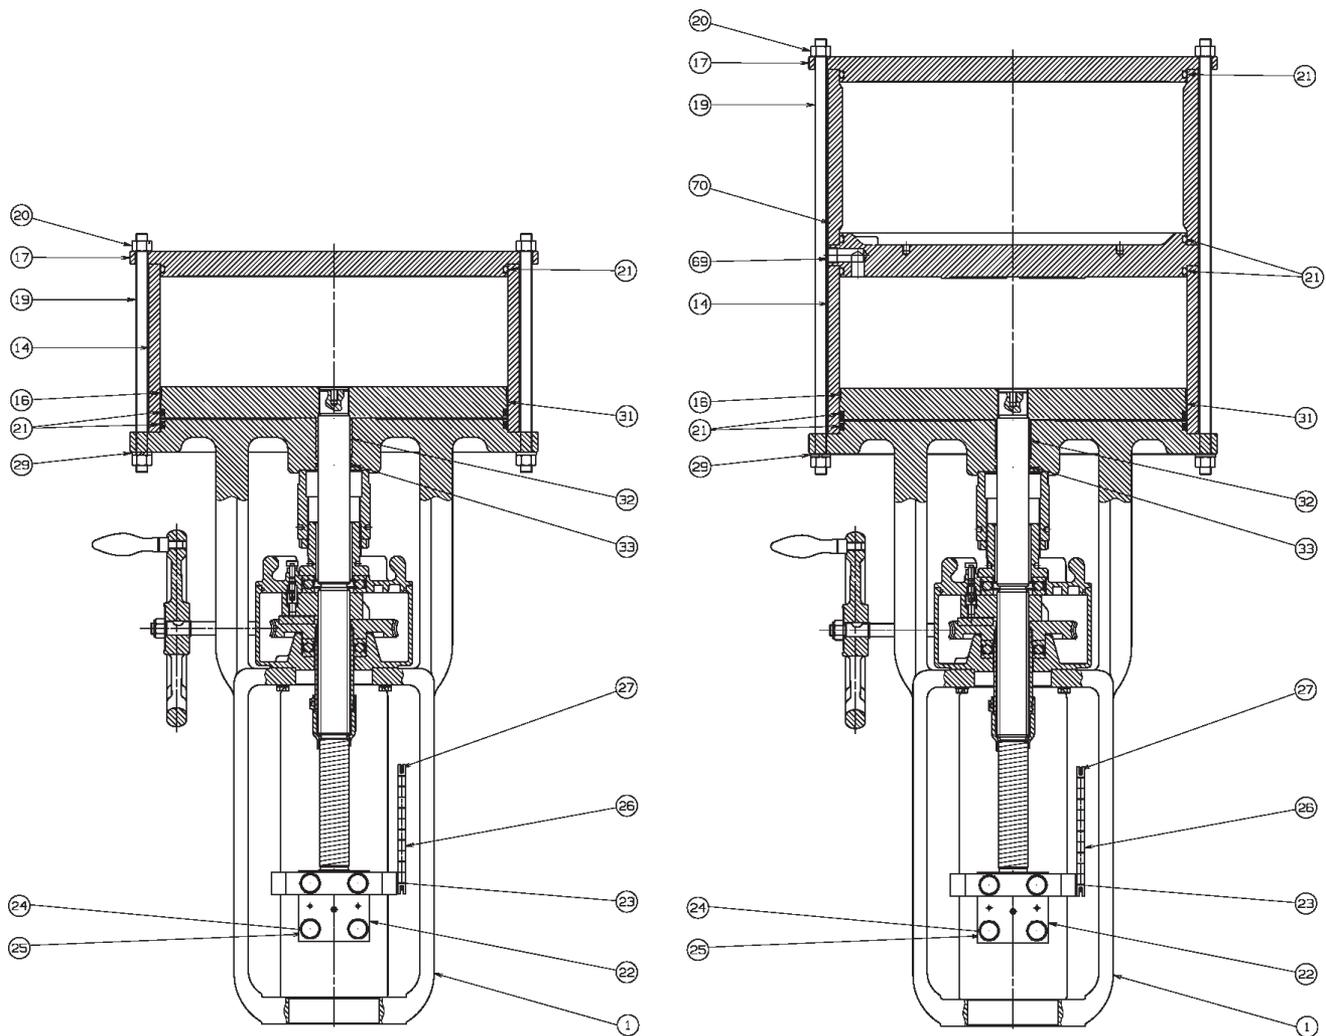
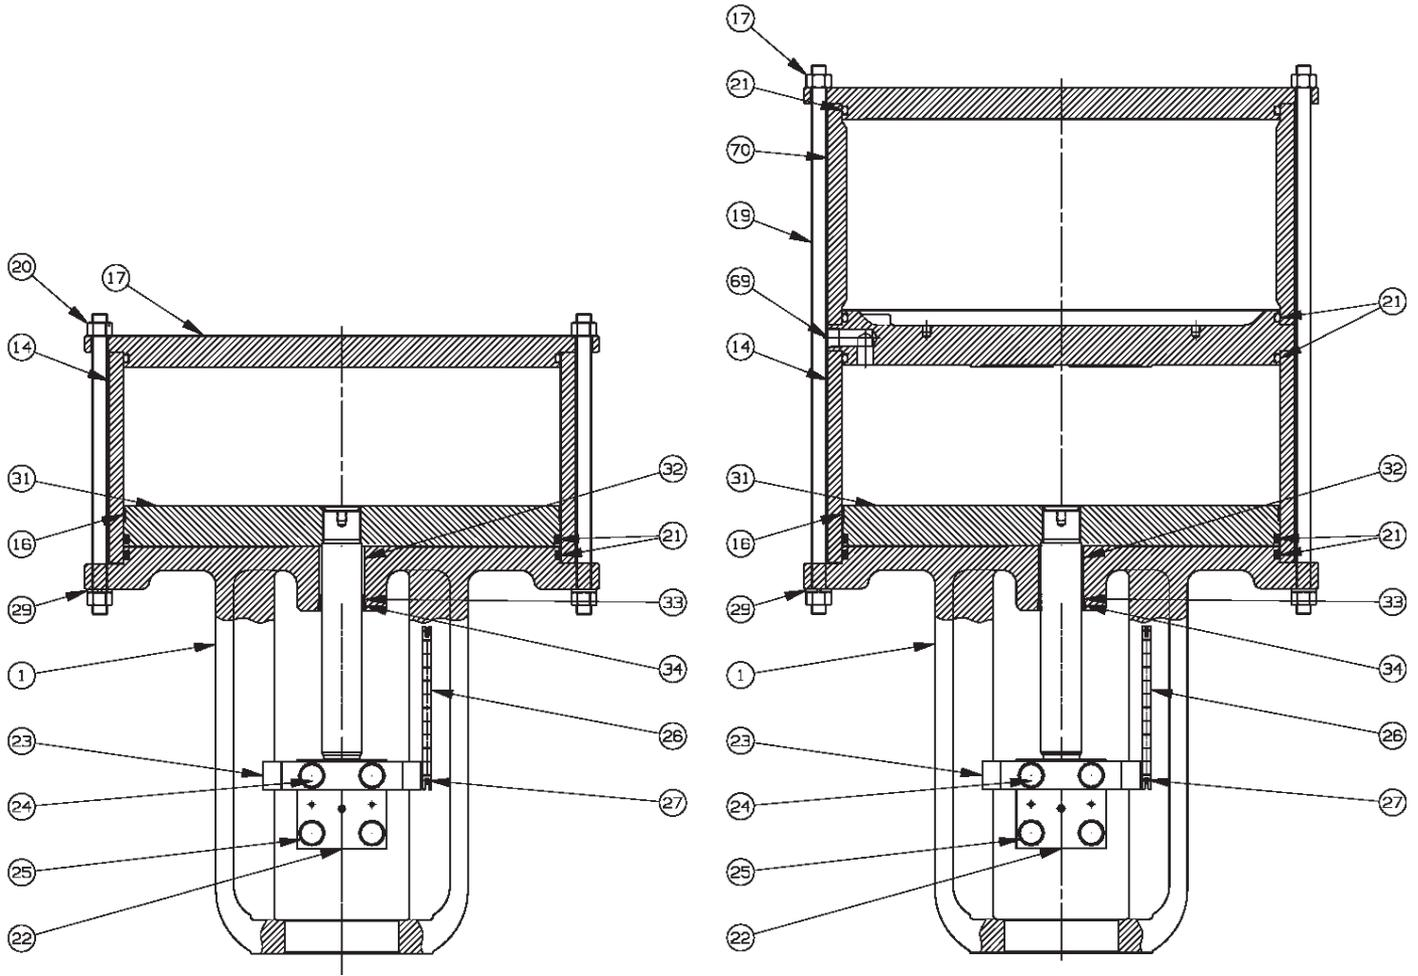

Abbildung 7 – Modell 51 mit Handrad, mit/ohne Volumenbehälter
Abbildung 8 – Modell 51 ohne Handrad, mit/ohne Volumenbehälter
2. Trennen Sie die Luftleitung von der oberen Platte (17) und dem Joch (1) und stellen Sie sicher, dass kein Luftdruck im Zylinder vorhanden ist (Abbildung 7 und Abbildung 8).
2. Schließen Sie die Druckluftzufuhr zum Stellantrieb und nehmen Sie den Betriebsdruck vom Ventil weg, um eine Ventilkegelbewegung zu verhindern (Abbildung 7 auf Seite 19).
3. Trennen Sie die Druckluftleitungen von der oberen Platte (17), der Trennplatte (69) und prüfen Sie den Luftdruck im Zylinder.
4. Entfernen Sie die Sechskantmutter (20), die Federringe (29) und die Mittelbolzen (19).
- **Mit Volumenbehälter:** Entfernen Sie die obere Platte (17), das Volumenbehälterrohr (70), die Trennplatte (69), das Zylinderrohr (14), die O-Ringe (21) und den Führungsring (16).
- **Ohne Volumenbehälter:** Entfernen Sie die obere Platte (17), das Zylinderrohr (14), die O-Ringe (21) und den Führungsring (16).
- **Mit Doppelkolben:** Entfernen Sie die obere Platte (17), die obere Zylindermutter (20), den Federring (6), die obere Kolbenplatte (31), die Trennplatte (69), das untere Zylinderrohr (14), die O-Ringe (21) und den Führungsring (16).
6. Lösen Sie die Stellschraube (55) im Adapter (54) und schrauben Sie den Adapter (54) vom Distanzrohr (5) ab.
7. Entnehmen Sie die Kolbenbaugruppe (31).
3. Trennen Sie die Luftleitung von der oberen Platte (Abbildung 8 auf Seite 20).
4. Entfernen Sie die Sechskantmutter (20), die Federringe (29) und die Mittelbolzen (19). Demontieren Sie die Sechskantmutter (20).
5. Entfernen Sie die obere Platte (17) und das Zylinderrohr (14) und achten Sie dabei darauf, dass keine horizontale Fehlausrichtung vorliegt.